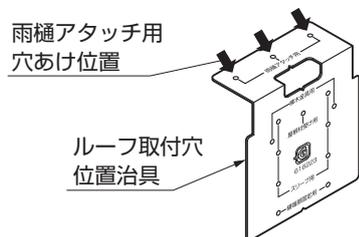

図12-59
- ①ルーフ取付穴位置治具を樋にあて、ポンチ等でケガキ、ドリルで水抜き穴φ36と雨樋アタッチメント取付穴φ3.5をあけてください。(図12-59、12-60、12-61参照)